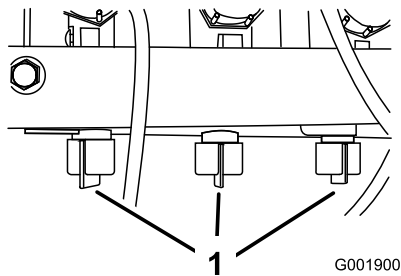

Bild 42
12. Stellen Sie das Sicherheitsventil des Auslegers (Bild 42) unter dem Auslegersteuerventil des Auslegers ein, den Sie abgestellt haben, bis der am Druckmanometer angezeigte Druck dem Wert in Schritt 9 entspricht.